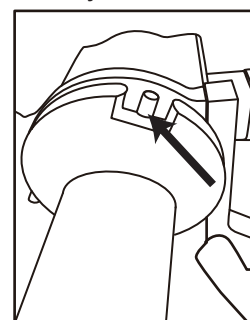
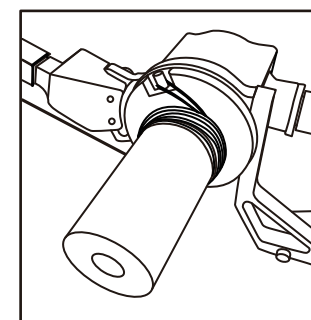

Fig. 3
Fig. 4
A. Al tirar bajo tierra o desde abajo, haga un bucle en el extremo de la polilínea / mule tape y coloque el ojo alrededor del pasador de la polilínea / mule tape (10) en el cabrestante (1) (Fig. 3). Esto permitirá que la polilínea / mule tape se acumule continuamente en el cabrestante (1) (Fig. 4). Cambie la broca de 18 voltios a REVERSA y aumente como la mayoría de los extractores de alambre convencionales.